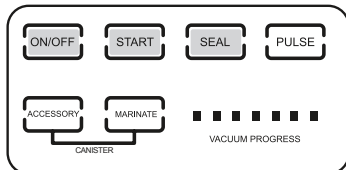

FIGURA 6
2. Oprima el botón ON/OFF (**FIGURA 6**) en el panel de control para ENCENDER el sellador a vacío. El botón ON/OFF en la pantalla se iluminará, y el ventilador interno de enfriamiento se activará.
7. Oprima el botón START (**FIGURA 6**) para activar la bomba de vacío. El botón START permanecerá iluminado mientras se está creando vacío.
8. El botón SEAL se enciende automáticamente cuando la bolsa está siendo sellada. El aparato se detendrá automáticamente y SONARÁ cuando los procesos de vacío y sellado hayan terminado. Hay una serie de siete indicadores luminosos en la esquina inferior derecha el panel de control (**FIGURA 6**) que indican el VACUUM/SEAL PROGRESS.
11. Oprima el botón ON/OFF (**FIGURA 6**) en el panel de control para APAGAR el sellador a vacío.